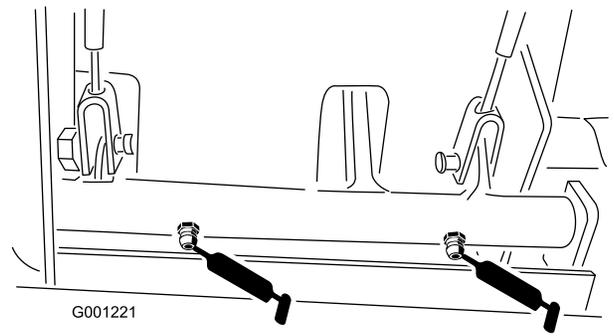

図 39
- ・ ブレーキケーブル (ホイール側とペダル側の端部) (図 39)
- ・ ブレーキのピボットブッシュ(図 39)